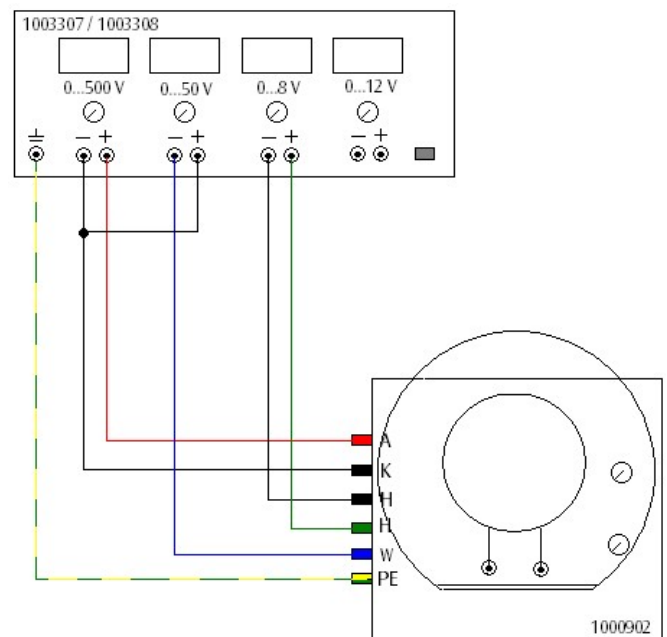

Fig. 4: Branchement de l'oscilloscope au bloc d'alimentation.
- Reliez les entrées de l'oscilloscope avec les sorties de l'alimentation conformément aux tensions indiquées (voir fig. 4).
- Procédez au câblage comme le montre la fig. 4.